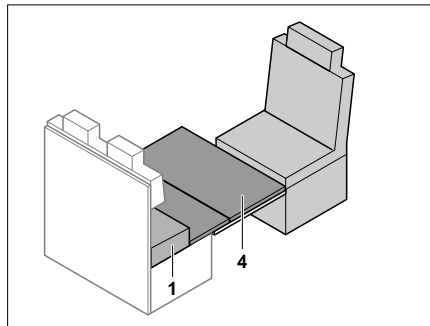

Bild 187 Notbettunterlage auflegen
- Notbettunterlage (Bild 187,4) auf den Tisch legen. Die vordere Kante der Notbettunterlage dabei direkt an den Fahrersitz anlegen.